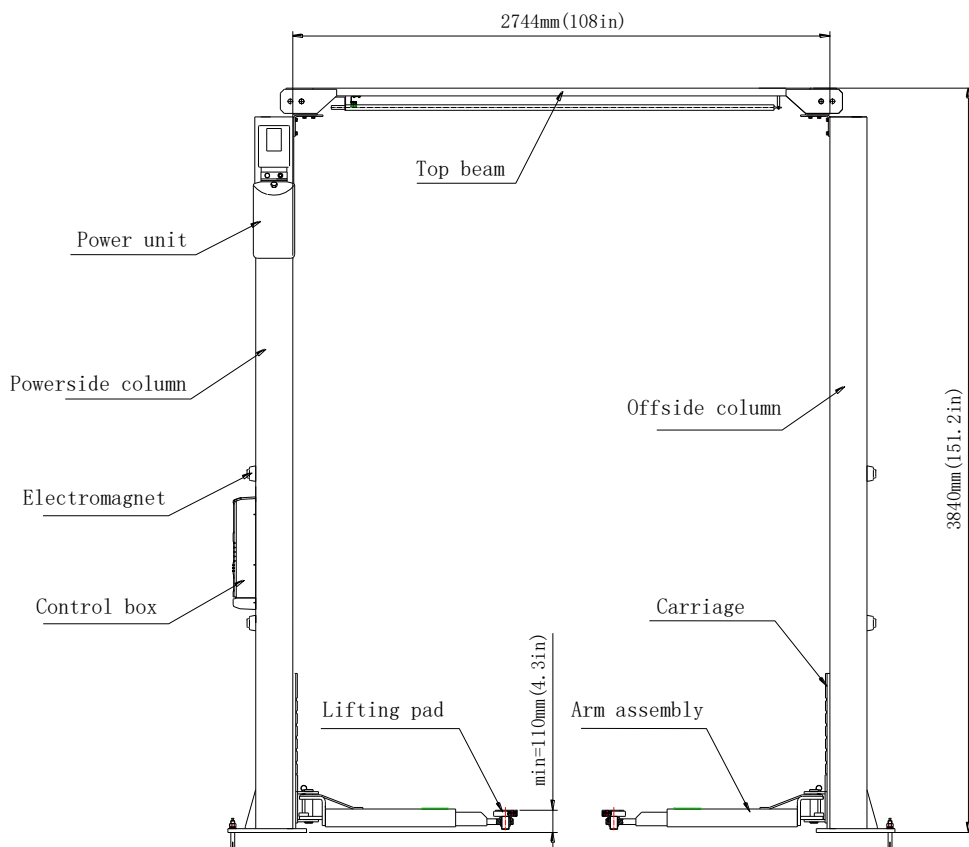
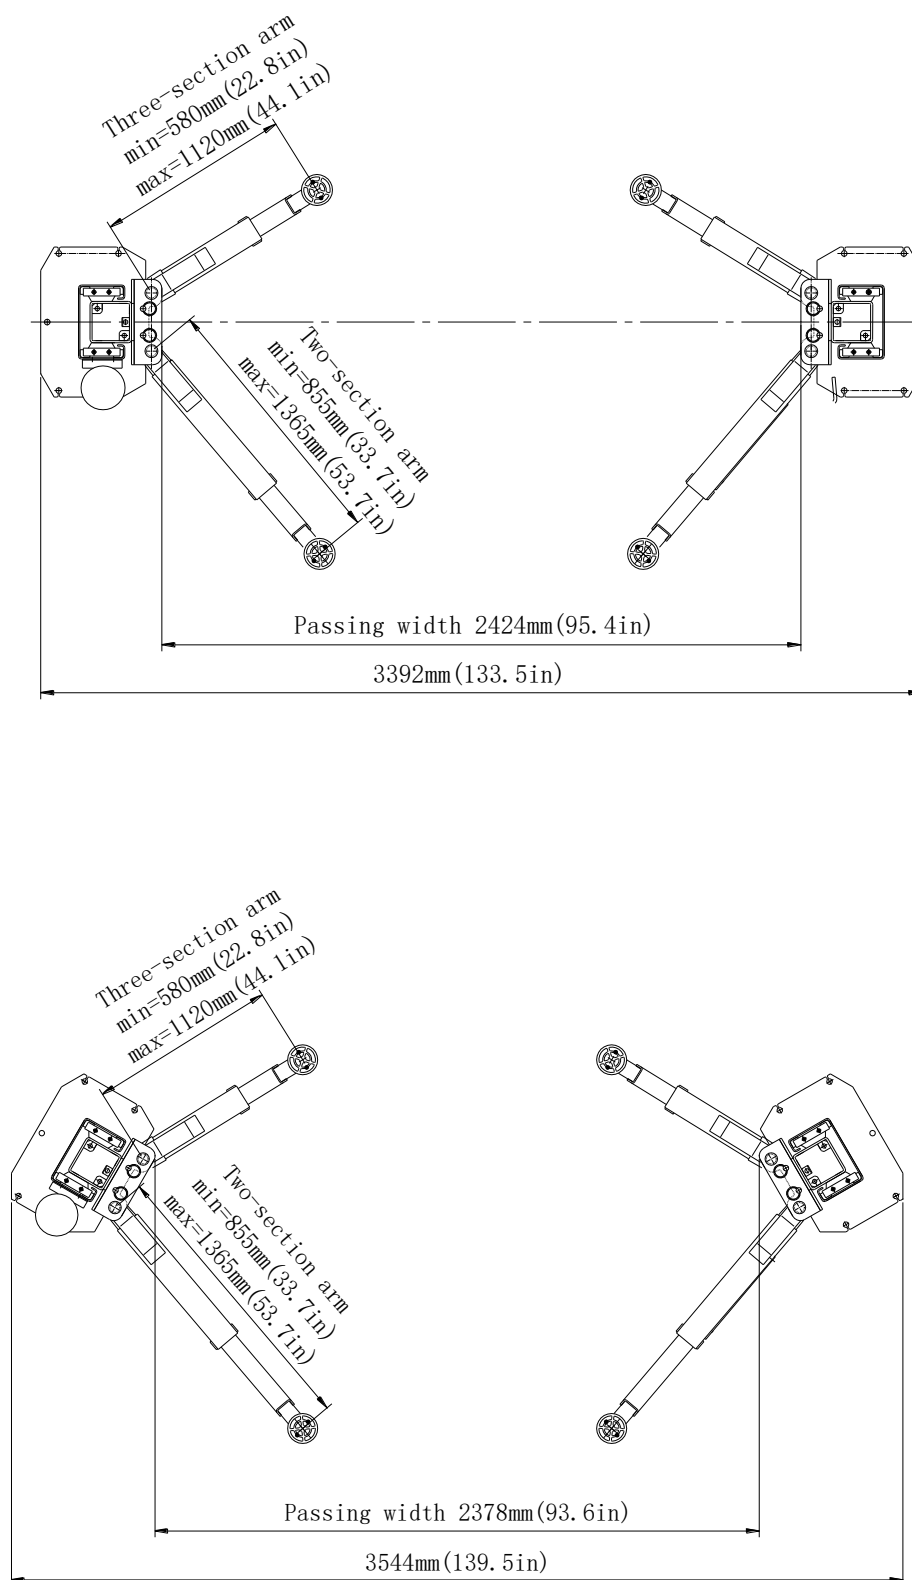

Fig.1d
Fig 2d
TLT235SCA(U) elev 2col trav sus	3.5T Elev 2 col electronic traversa sus (Fig1d、Fig2d)
TLT235SCA(U) elev 2 col traver sus	3.5T Elev 2 col electronic traversa sus (Fig1d、Fig2d)